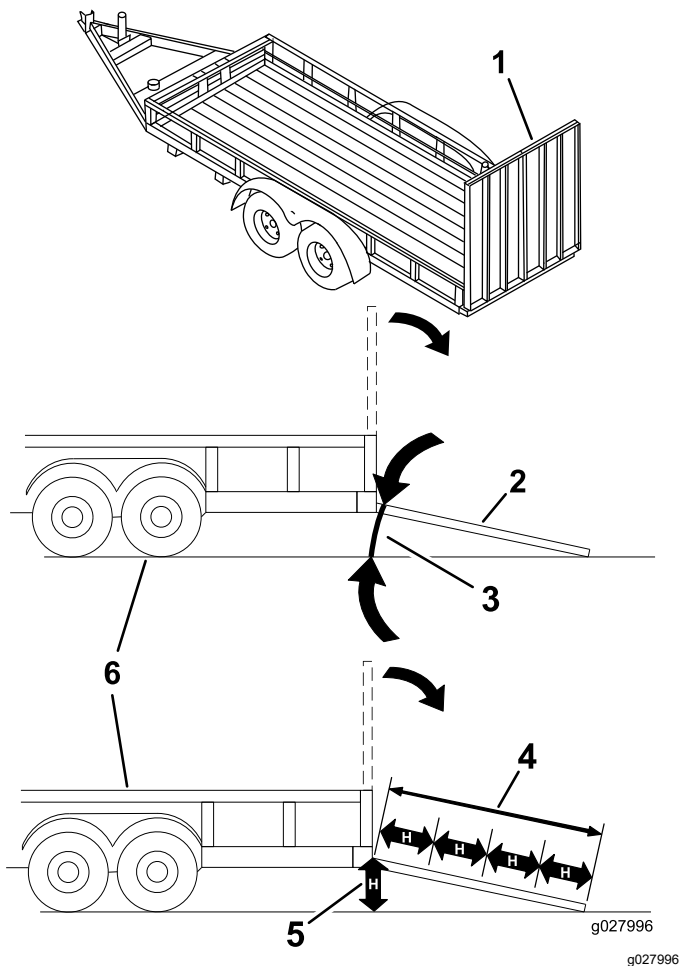

Bild 39
Das Laden einer Maschine auf einen Anhänger oder einen Lastwagen erhöht die Umkipppgefahr und könnte schwere oder tödliche Verletzungen verursachen (Bild 39).
1. Senken Sie die Rampe ab und stellen Sie sicher, dass der Winkel zwischen der Rampe und dem Boden höchstens 15 Grad beträgt (Bild 39).